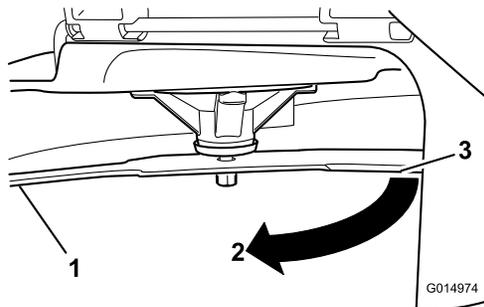

Figura 78
3. Seconda distanza misurata tra la lama e la superficie (B)
4. Ruotate la stessa lama di 180 gradi in modo che il tagliente opposto si trovi ora nella stessa posizione (**Figura 78**).